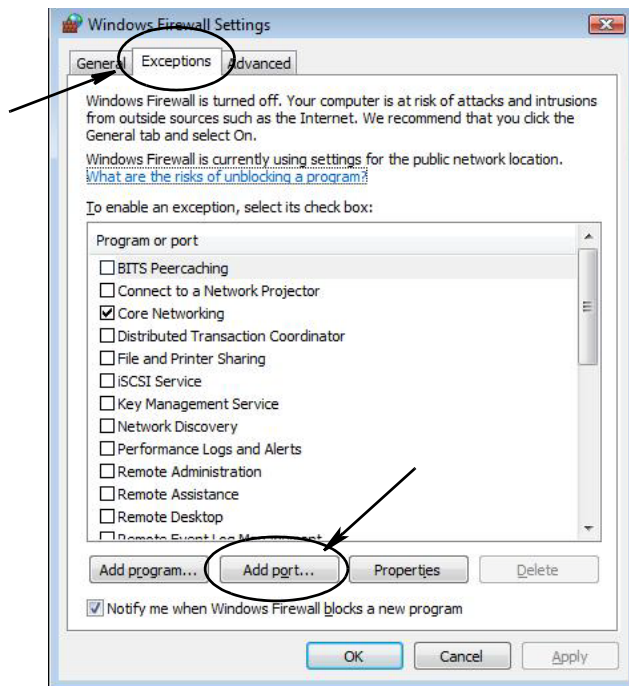

FIG. 28
3. S'il n'est pas déjà sélectionné, cliquez sur l'onglet « Exceptions » pour afficher le contenu (FIG. 28).
4. Cliquez sur le bouton « Add Port » (FIG. 28).